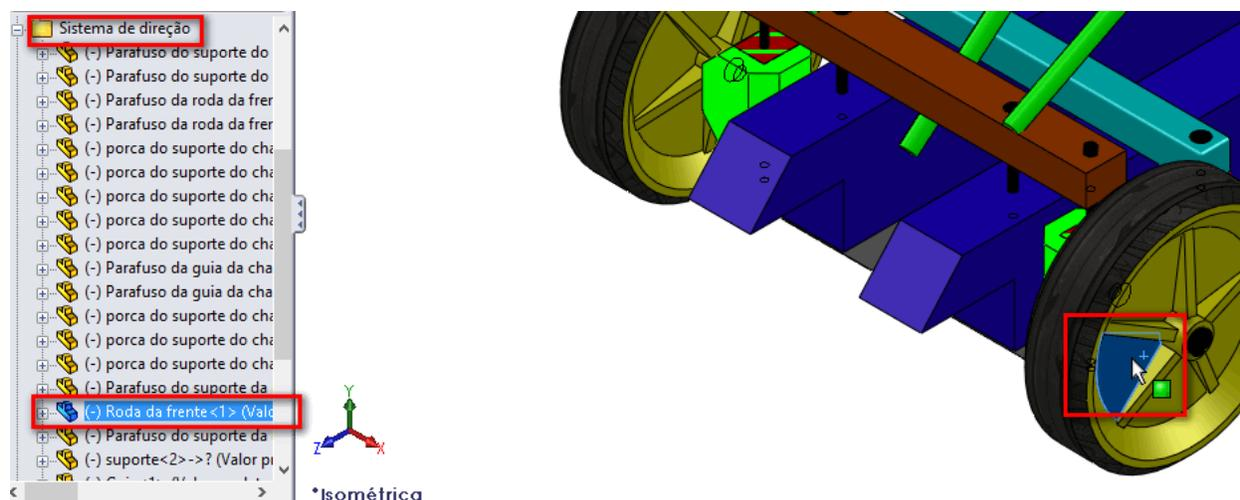

Figura 7.27 - Localizando a roda da frente na árvore de projetos.
6.1. Localize a roda da frente na árvore de projetos. Para isso, clique em qualquer parte da roda da frente e observe na Figura 7.27 que a peça é destacada em azul na árvore de projetos. Observe na Figura 7.27 que a roda da frente encontra-se dentro da pasta **Sistema de direção**.